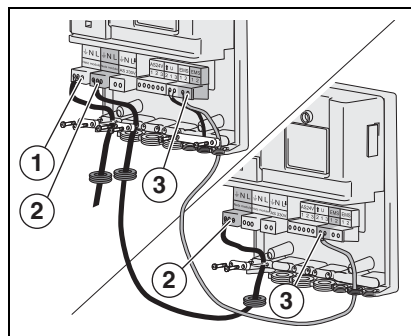

Fig. 4 Collegare due moduli, creare la connessione di rete
E' possibile collegare fra di loro diversi moduli (p.e. EM10 e VM10). Per collegare insieme due o più moduli è possibile cavallottare la connessione di rete (→ fig. 4, [2]) e la connessione EMS (→ fig. 4, [3]).
- Collegare il regolatore di temperatura Logamatic RC alla connessione EMS (→ fig. 4, [3]).
- Collegare la connessione di rete 230 VAC (→ fig. 2, [1] e fig. 4, [1]).